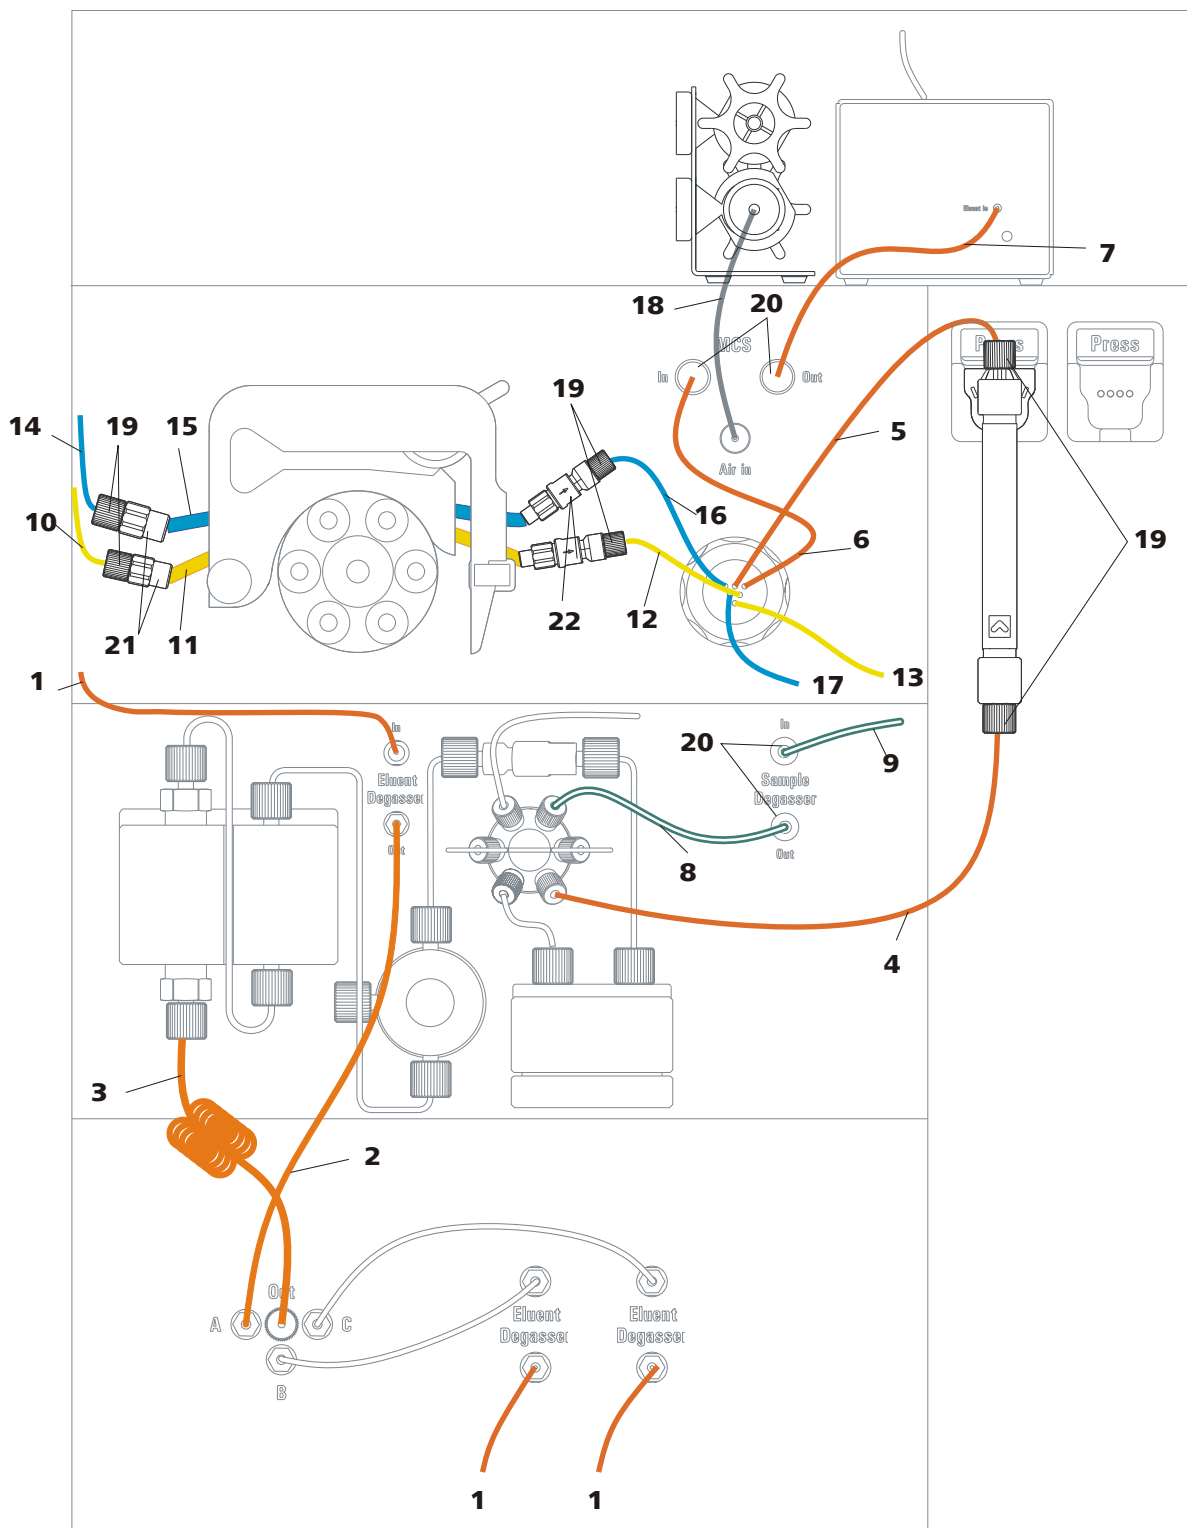

Abbildung 3 Installationsdiagramm
- ein Installationsdiagramm (*siehe Abbildung 3, Seite 17*), welches ein vollständig installiertes Gerät darstellt.
Die *Abbildung 3 Installationsdiagramm* zeigt die Kapillarverbindungen mit Anwendung eines Niederdruckgradienten mit drei Lösungen.